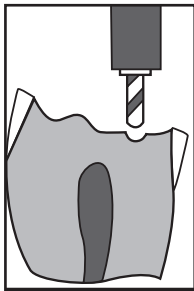
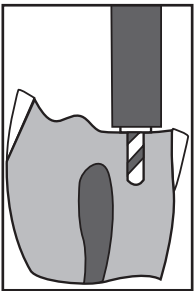

Figure 2
Figure 3
- Med MAX Depth Limiting Drill i ett slow-speed vinkelstycke (**Fig. 2**), prepareras kanalen till ett djup något mindre än sänkborren (**Fig. 3**).
- Med et MAX dydbegrensningsbor i et langsomt modvinkelshåndtag (**Fig. 2**) forberedes kanalen til en dybde, som lige præcis er kortere end modboringen (**Fig. 3**).